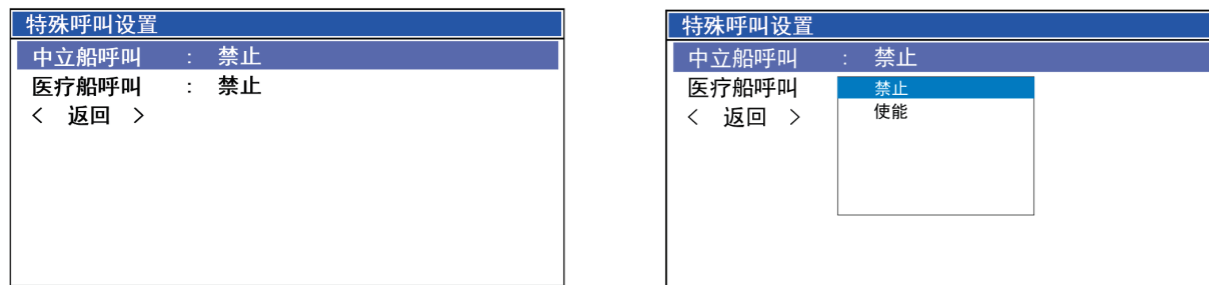

图6.6.6.1
- a:在数字选呼设置菜单中选择<特殊呼叫设置>项，按 [确认] 键打开特殊呼叫设置对话框，如图6.6.6.1。
- b:旋转频道旋钮选择要设置的呼叫类型，按 [确认] 键打开特殊呼叫状态列表，如图6.6.6.2。